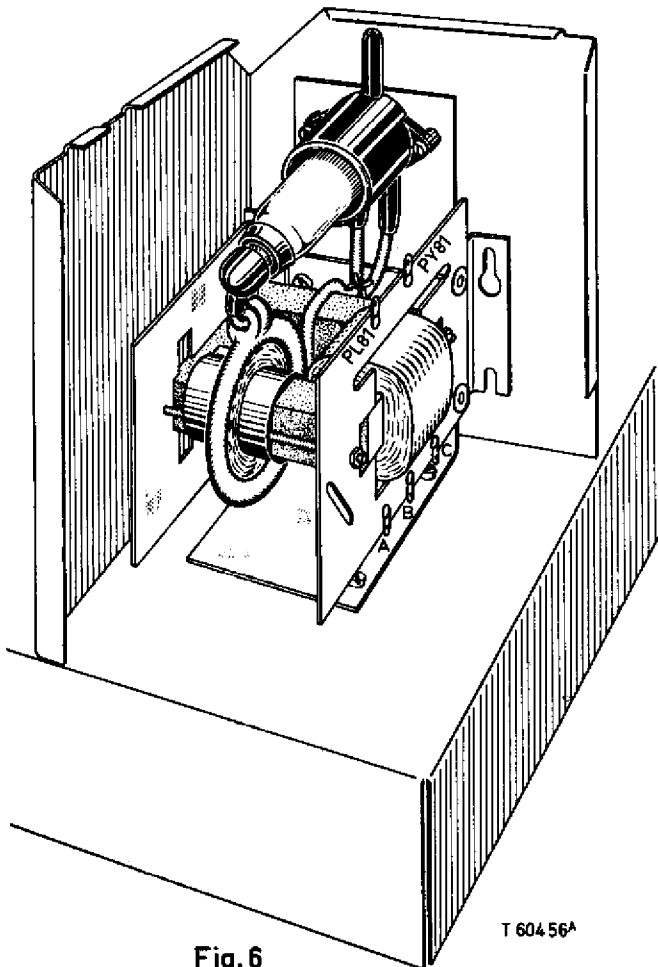

Fig. 6
3. De transformator op de beugel A9 022 14 bevestigen met twee schroeven A9 999 99/4x8 en twee moeren A9 999 93/M4 (zie fig. 6).
2. De gewijzigde transformator zo in de hoogspanningskool plaatsen dat de rand van de beugel met gleuven tegen de hoek van de kool aanligt (zie fig. 6).
3. De beugel met 2 schroeven van de vroegere bevestiging op het chassis vastzetten. Gebruik hierbij de bestaande gaten in het chassis (zie fig. 6).